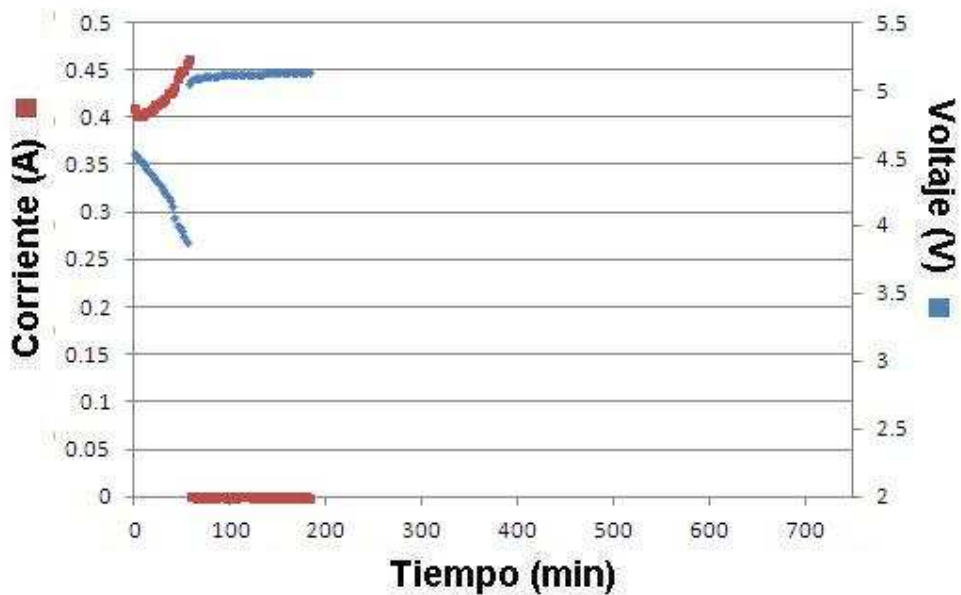
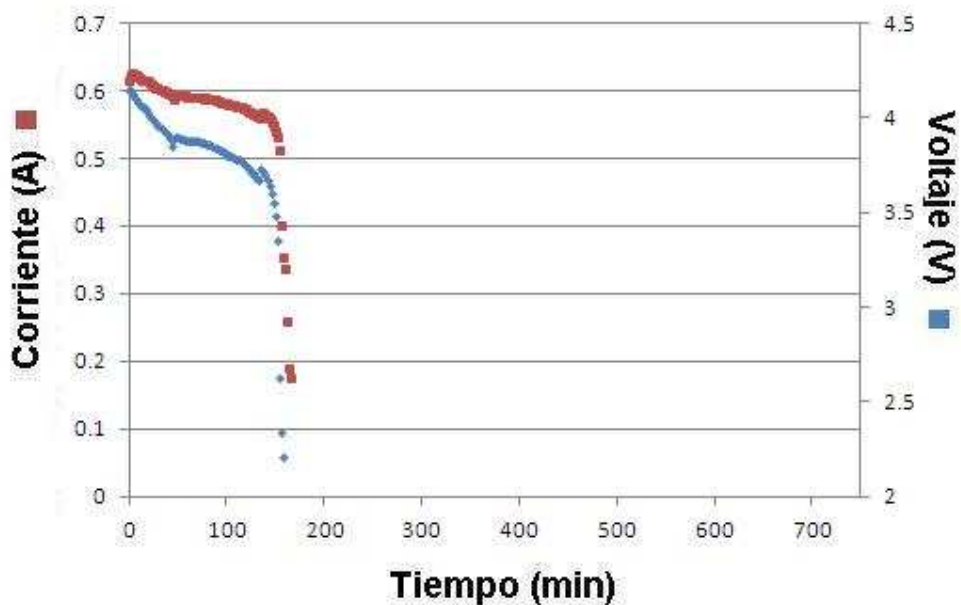

Figura 34a. Comportamiento de la corriente y voltaje en la descarga para la batería de la lámpara LF_UNI_120126_08 (procedimiento regular)
Figura 34b. Comportamiento de la corriente y voltaje en la descarga para la batería de la lámpara LF_UNI_120126_08 a través de una resistencia de 6.8Ω
- La lámpara LF_UNI_120126_08 en el primer proceso de carga, como se muestra en la figura 24^a, almacenó poca carga eléctrica siendo esto corroborado con su descarga como se muestra en la figura 34a; por tal motivo se realizó un segundo proceso de carga - descarga directamente sobre la batería (omitiendo el circuito). Para el proceso de carga se usó la fuente Gw Instek GPR1810 OHD regulada a 6V y 0.5A, donde se obtuvo una capacidad de carga dentro del rango esperado, como se observa en la figura 24b. Para la descarga se usó una resistencia de 6.8 Ω obteniéndose los resultados como se muestra en la figura 34b.